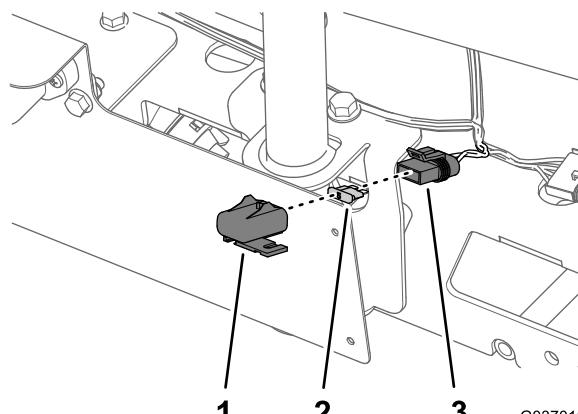

Figura 78
1. Retire a cobertura da tomada de fusíveis (Figura 78).
2. Retire o fusível fundido (Figura 78).
3. Insira o novo fusível na tomada até que o fusível esteja totalmente encaixado (Figura 78).
4. Monte a cobertura na tomada de fusíveis (Figura 78).